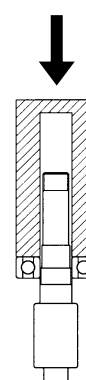

図5
- (1) 出口側ベアリング⑳を、シャフト⑧の段付部まで完全に圧入する。(図5)
- (2) ベアリングワッシャ㉒、ベアリングナット㉑を取り付ける。
- (3) 出口側ベアリング⑳を出口側ベアリングボックス⑮に挿入する。
- (4) ベアリング押さえ㉓を仮取り付けする。